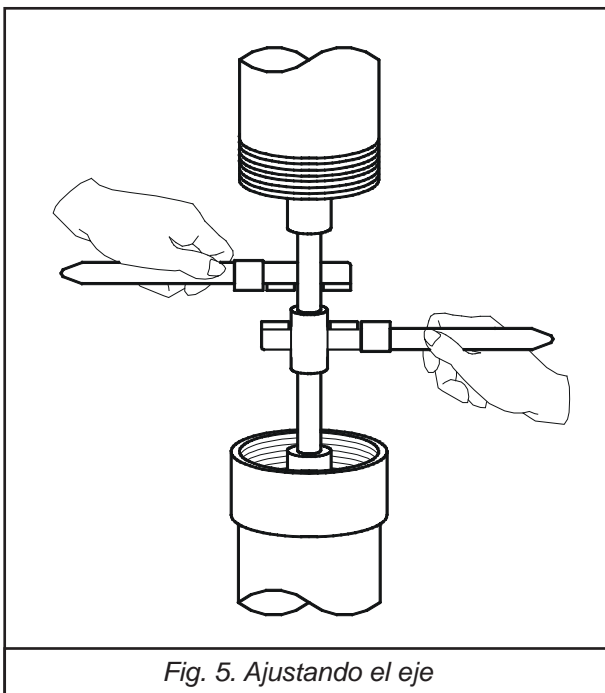

Fig. 5. Ajustando el eje
- e) Desajuste el nudo del eje (¡sólo del eje!) y enrosque el eje con el cople. Tenga en cuenta que la rosca del eje es izquierda. A través del agujero del cople, asegúrese de que los ejes choquen entre sí en el centro del mismo. Ajuste los ejes usando dos llaves stillson . **Vea Fig. 5.**